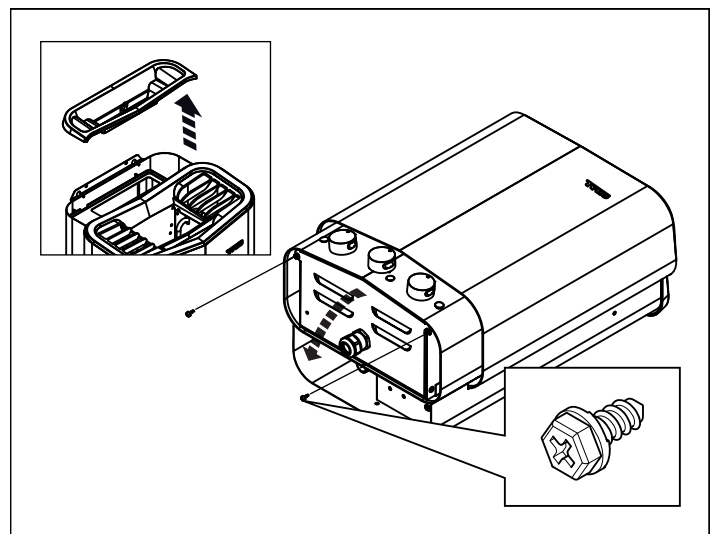

Figure 5 : Ouverture/fermeture du couvercle
1. Retirez le couvercle du réservoir d'eau et couchez le poêle avec la face avant tournée vers le haut (voir la Figure 5).
2. Desserrez les vis et ouvrez le couvercle (voir Figure 5).
4. Fermez le volet et serrez les vis (voir Fig. 5).